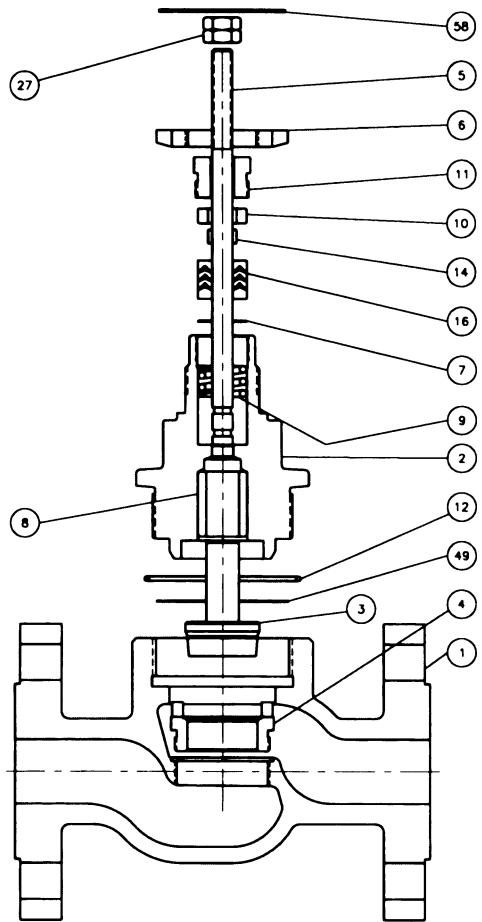

图 1. 24000C 阀体剖面图
1. 工作开始前，识别阀门组件上的某些零件。详见图1或参阅相应的Baumann控制阀安装指南。查找这些零件的位置：阀杆锁紧螺母(27)、行程指示器(58)、阀盖(2)、支架固定螺母(6)以及阀芯和阀杆组件(3/5)。